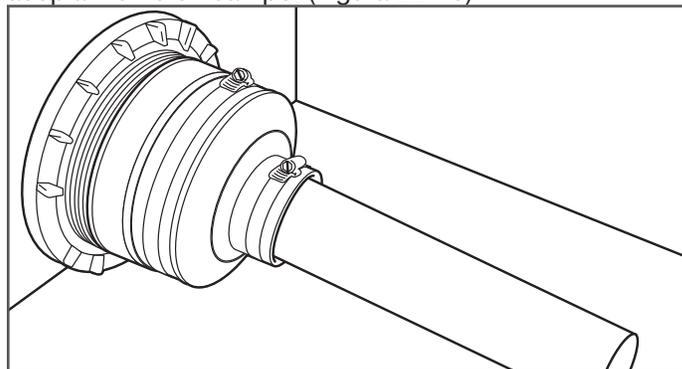

Figura 22-13
11. Consulte la sección 7 para ver las instrucciones sobre cómo instalar el conexiones DoubleTrac® de acoplamiento en campo. (Figura 22-13)